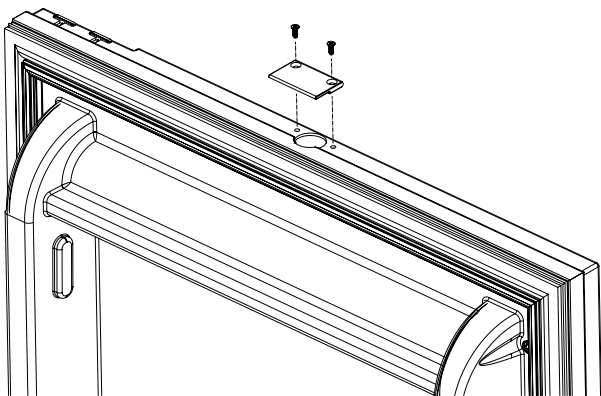

Fig. 8-13
Merk! Lysbryterens støttestykke (se fig. 8-13) er montert øverst på døren og klargjort for høyrehengslet dør. Hvis du vil endre døren fra høyre til venstre, må dette plaststykket (2) flyttes til den motsatte enden av døren. Fjern skruene (3) og flytt delen til den motsatte enden av døren, og fest skruen i det forhåndsborede huller.